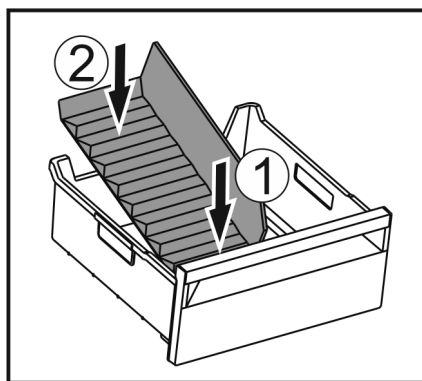

Fig. 114
- Vorderen Teil des Eisfach-Trenners einsetzen. Fig. 114 (1)
- Hinteren Teil des Eisfach-Trenners bis zum Schubfachboden absenken. Fig. 114 (2)